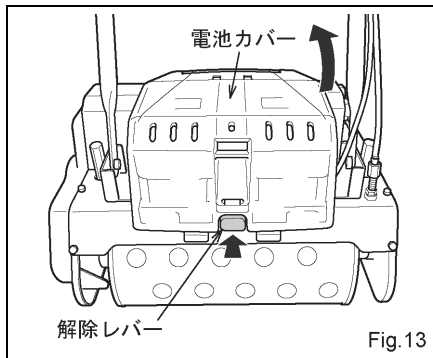

Fig.13
- (2) 解除レバーを押して電池カバーを開け、芝刈機後方より電池ホルダーの取付けレール部に電池パックを2個共に確実に差し込んでください。確実に差し込むと“カチッ”と音がします。(Fig.13・14・15)